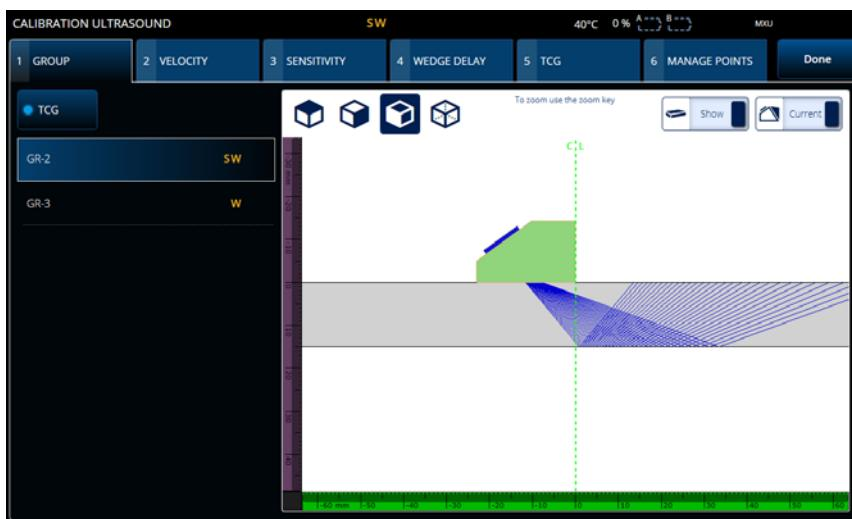

図 4-1 Calibration (校正) > Group (グループ)
1. **☰ > 🚩 Plan & Calibrate (計画と校正) > Calibration Tools (校正ツール)** を選択して、PA/UT/TFM Calibration (PA/UT/TFM 校正) ウィザードにアクセスします (174 ページの図 4-1)。TOFD 校正を行うには、194 ページの「TOFD 校正」を参照してください。Scan Plan (スキャンプラン) ウィザードと同様に、Calibration (校正) ウィザードのワークフローは、校正のタイプごとに複数のタブやセクションに分かれています。
2. **Group (グループ)** タブ (174 ページの図 4-1) で、校正するグループを選択します。UT グループの場合、校正するサイジング方法、TCG、DAC、または DGS も選択します。